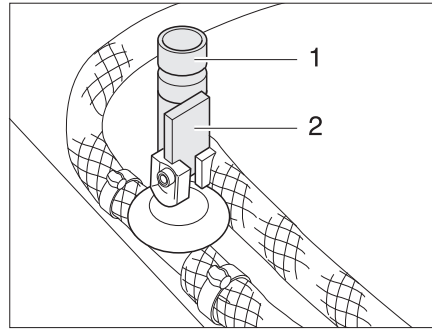

Fig. 125 Robinets de vidange pour chauffe-eau Truma
- Fermer tous les robinets de vidange pour chauffe-eau. Pour cela, mettre le levier à bascule (Fig. 125,2) à l'horizontale et faire tourner le capuchon (Fig. 125,1) dans le sens des aiguilles d'une montre.
- Ouvrir tous les robinets de vidange pour chauffe-eau. Pour ce faire, placer le levier à bascule (Fig. 125,2) à la verticale et faire tourner le capuchon (Fig. 125,1) dans le sens inverse des aiguilles d'une montre.